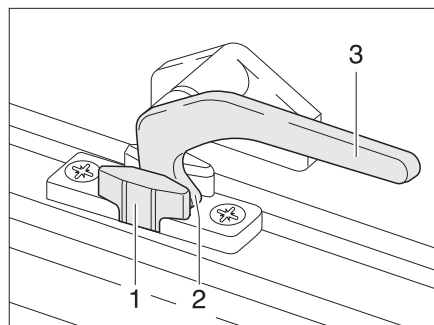

Fig. 40 Levier de verrouillage en position "Aération permanente"
- En position "Aération permanente" (Fig. 40)
- Tourner le levier de verrouillage (Fig. 40,3) d'un quart de tour vers le centre de la fenêtre.
- Tourner le levier de verrouillage d'un quart de tour vers le cadre de la fenêtre. Le tenon de verrouillage (Fig. 40,2) doit pénétrer alors dans le logement prévu à cet effet dans le verrouillage de fenêtre (Fig. 40,1).